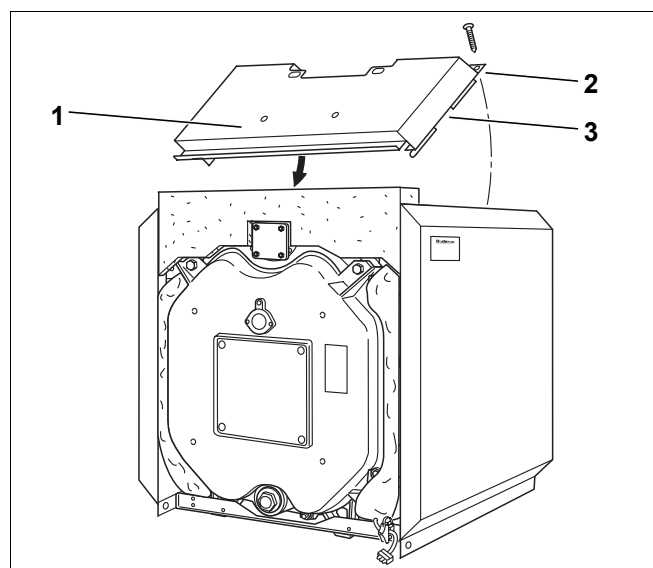

Bild 36 Montage – vordere Haube
- Haube vorne (Bild 36, **Pos. 1**) so zwischen die Seitenwände legen, dass der Ausschnitt (Bild 36, **Pos. 3**) über die Traverse greift.
- Die Haube auf der Hinterseite mit jeweils einer Blechschraube (Bild 36, **Pos. 2**) an den Seitenwänden anschrauben.